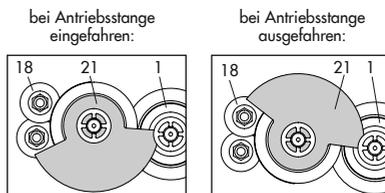

Bild 5-8: Schaltnockeneinheit
8. Schaltnockeneinheit (21) entsprechend der Stellung der Antriebsstange nach Bild 5-8 auf den Dom stecken. Dabei darauf achten, dass der äußerste Zahn der Schaltnockeneinheit mit dem Zahnrad des Zwischenrades (1) in Eingriff ist. Auch die Einstellzahnräder (18) müssen mit den Zahnradern der Schaltnockeneinheit (21) im Eingriff sein.
9. Schaltnockeneinheit (21) und Zwischenrad (1) mit Zackenring (3) sichern, Zackenring dazu bis zum Anschlag herunterdrücken.
10. Klemmenplatine (17) unter ca. 45° mit den Schaltern zu den Zahnradernweisend am Fuß der Halterung ansetzen, dann oberes Ende in Richtung Zahnraderschwenken, bis die Platine senkrecht in die Halterung einrastet.
11. Die Antriebsplatine (12) wieder in ihre Führung einschieben. Es ist darauf zu achten, dass **alle** Zahnräder im Eingriff stehen, Antriebsplatine festschrauben.